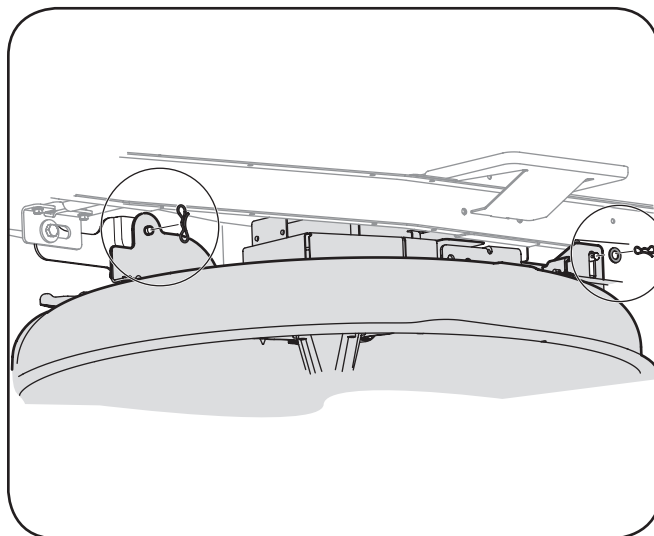

Figura 7-3
5. Retire el resto de la pajarita-chavetas asegurar la cubierta a la unidad, como se muestra en la Figura 7-3.